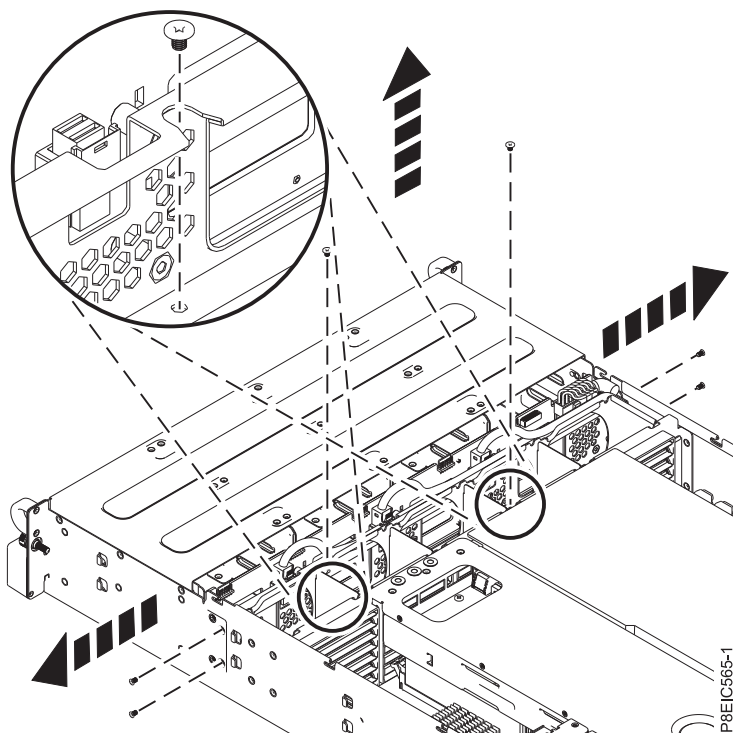

図 26. ディスク・ドライブ・バックプレーンのねじの取り外し
7. ディスク・ドライブ・バックプレーンの下部から 2 本のねじを取り外します (26 ページの図 26 を参照)。
8. ディスク・ドライブ・バックプレーンを固定している 2 本または 4 本のねじを取り外します (図 26 を参照)。取り外す必要がある 1 本または 2 本のねじは、シャーシの各側面の相互に近い位置にあります。必ず、指示されたねじを取り外してください。